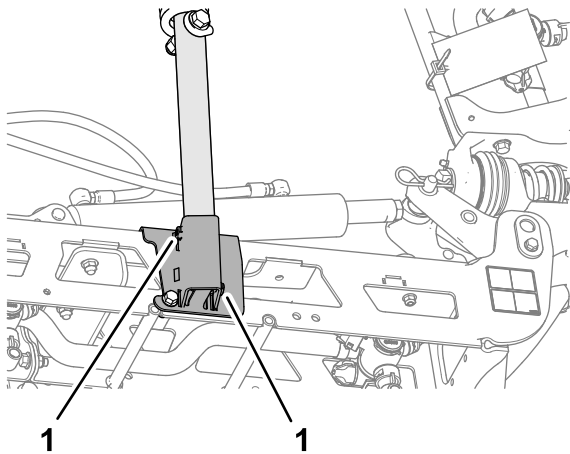

図 116
- 下側クレードルチューブを固定している固定ねじをゆるめる 図 116。